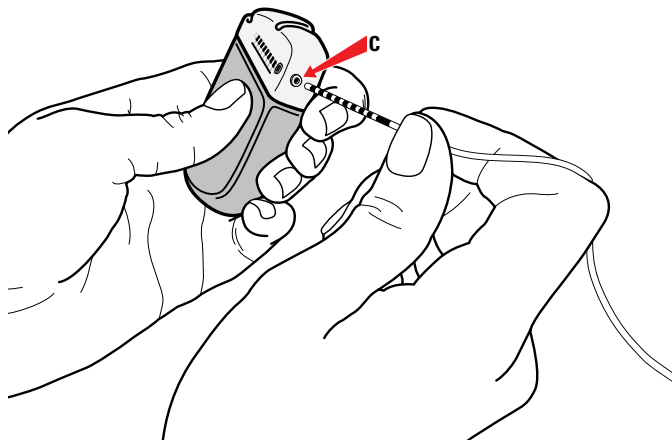

Figure 36. Connexion au port C du GII
1. Connecter la sonde-extension au port C (Figure 36).